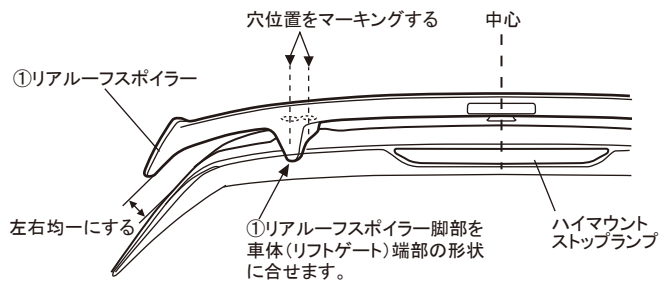

図3 取付け断面図
4. 図3を参照し、3.で穴開け加工した穴に③ターンナットを差込みます。
5. ①リアーフスポイラーを車両に宛がい、②アプセットボルトで仮止めします。
6. ①リアーフスポイラーの取付け位置や各部のクリアランスを確認しながら②アプセットボルトを本締めし、⑥キャップを取付けます。
7. ①リアーフスポイラー中央のオーナメント取付け部を洗浄脱脂し、⑦オーナメントを取付けて作業完了です。